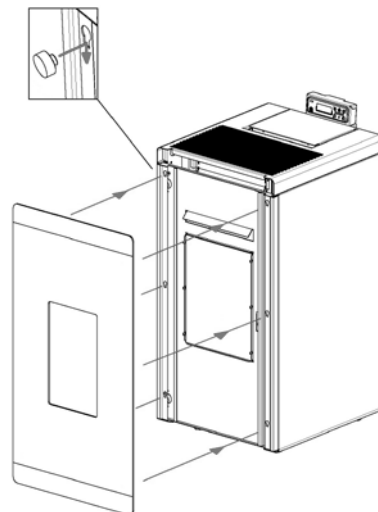

Fig. 42 - Posizionare il vetro
- Posizionare il vetro sulla porta in metallo: agganciare le teste delle viti sui fori della porta (vedi **Fig. 42**).